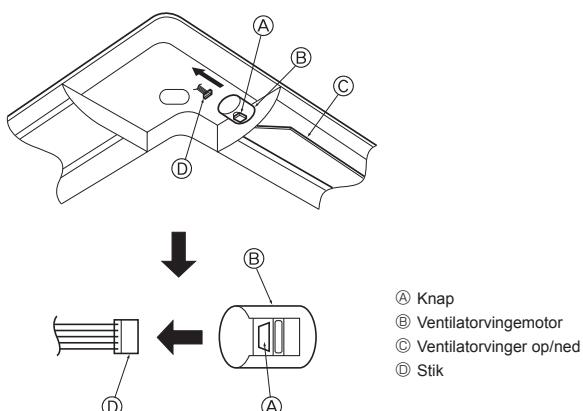

Fig. 5-17
5.4. Låsning af luftstrømsretning op/ned (Fig. 5-17)